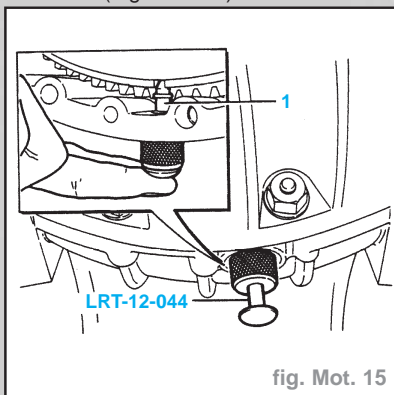

fig. Mot. 15
- Placer l'outil de calage (1) sur le carter du volant mais ne pas engager la pignone centrale (Fig. Mot. 15).
- Faire tourner le vilebrequin de deux tours complets et contrôler que la pige de calage de l'outil **LRT-12-045** entre aisément et complètement dans la pompe. En même temps, contrôler également que la pige de calage du volant **LST-12-044** entre dans la rainure du volant (Fig. Mot. 15 et 16).